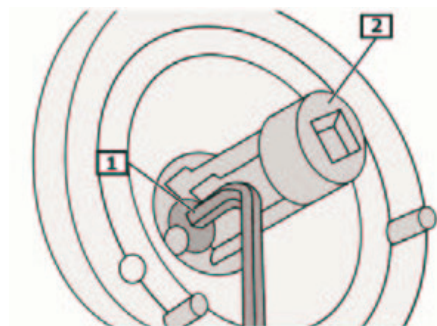

Fig. 7:
- Fig. 7** Kolbenstangenmutter mit Hilfe des Spezialwerkzeuges entfernen.
- Fig. 7** Remove piston rod nut with special tool.
- Fig. 7** Retirer la tige de piston à l'aide de l'outil spécial.
- Fig. 7** Retirar tuerca del vástago del pistón mediante herramienta especial.